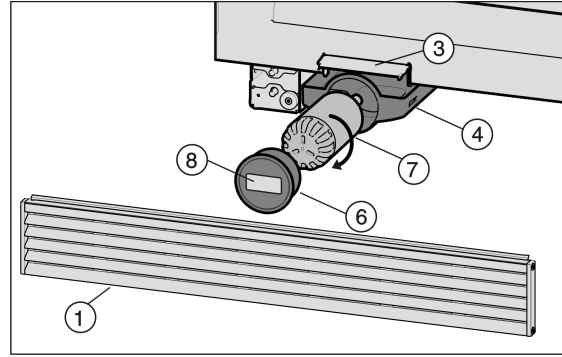

Fig. 59
- Retirer éventuellement la grille de ventilation Fig. 59 (1).
- Retirer le couvercle du filtre Fig. 59 (6).
- Mettre le filtre à eau Fig. 59 (7) en place et le tourner d'env. 100° dans le sens des aiguilles d'une montre jusqu'à la butée.
- Insérer le tiroir Fig. 59 (4).
- Poser le couvercle du filtre Fig. 59 (6).
- Inscrire la date du prochain remplacement sur l'auto-collant Fig. 59 (8) fourni, puis le coller sur le couvercle du filtre Fig. 59 (6).
- Remettre la grille de ventilation Fig. 59 (1).